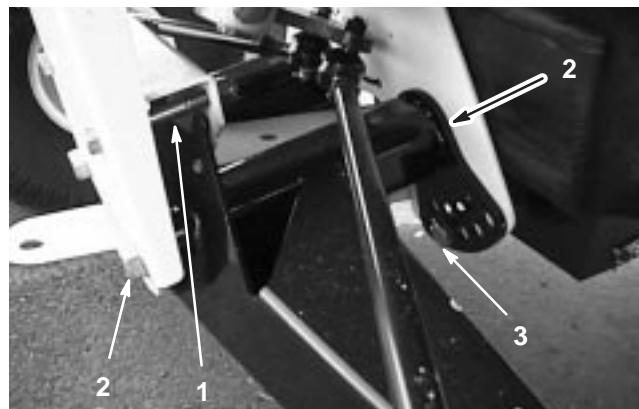

Figure 25
2. Enlevez le boulon limiteur de course (Fig. 25).
3. Desserrez les boulons de centrage dans le bras triangulé avant (Fig. 25).
4. Retirez le boulon de réglage de hauteur de caisse (Fig. 25).
5. Tournez le bras triangulé avant à la position voulue (voir Remarque ci-après), puis remettez en place le boulon de réglage de hauteur de caisse (Fig. 25).
7. Remettez le boulon limiteur de course (Fig. 25).